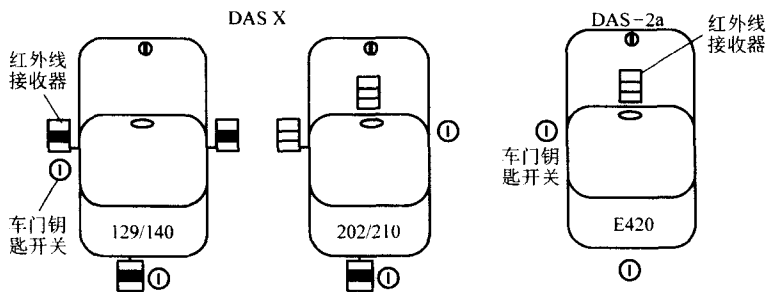

图 6-10 红外线接收器位置图
(3) DAS-2a 与 DAS-X 的差异。DAS-2a 将驾驶者识别系统（DAS）电脑及红外线接收（RCL）电脑合成一体，但 DAS-X 则将驾驶者识别系统（DAS）电脑与红外线接收（RCL）电脑分开，且驾驶者识别（DAS）系统电脑将控制信号（车门开启、关闭及防盗作动/解除信号）传送到气动式中控电脑（PSE）、电动窗/天窗电脑（CF）及防盗电脑（ATA），如图 6-10 所示。